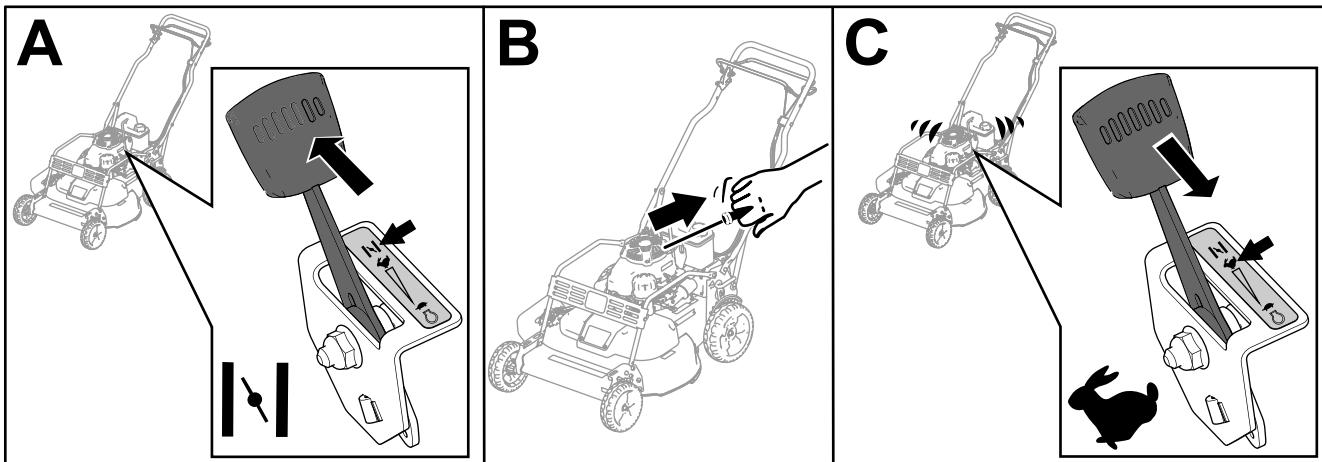

Figura 15
3. Portate il comando dell'acceleratore in posizione STARTER (A della Figura 15).
4. Tirate leggermente la maniglia di avviamento fino ad avvertire una certa resistenza, quindi date uno strappo (B della Figura 15).
5. Spostate la leva di comando dell'acceleratore in posizione MASSIMA all'avvio del motore (C della Figura 15).